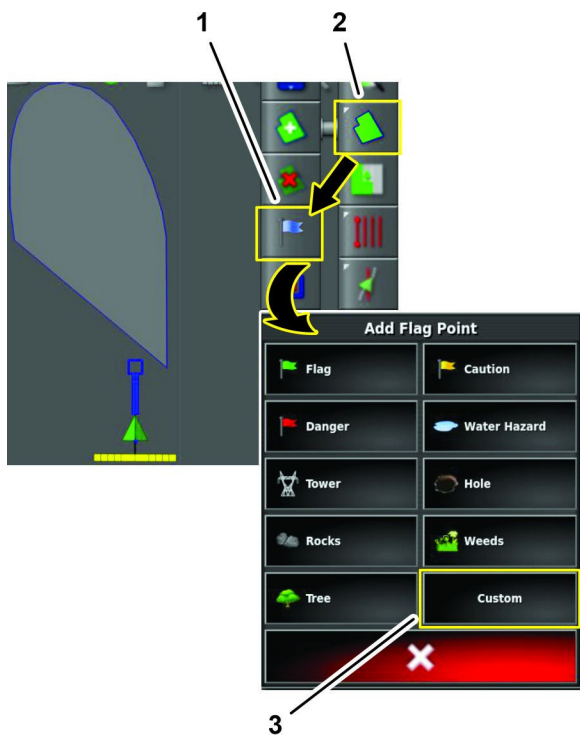

図 80
2. フラッグポイント追加メニューの中で現場メニューアイコンを押し、フラッグポイント設定アイコンを押し **図 80**。
3. カスタムフラッグポイントアイコンを押す 図 80。